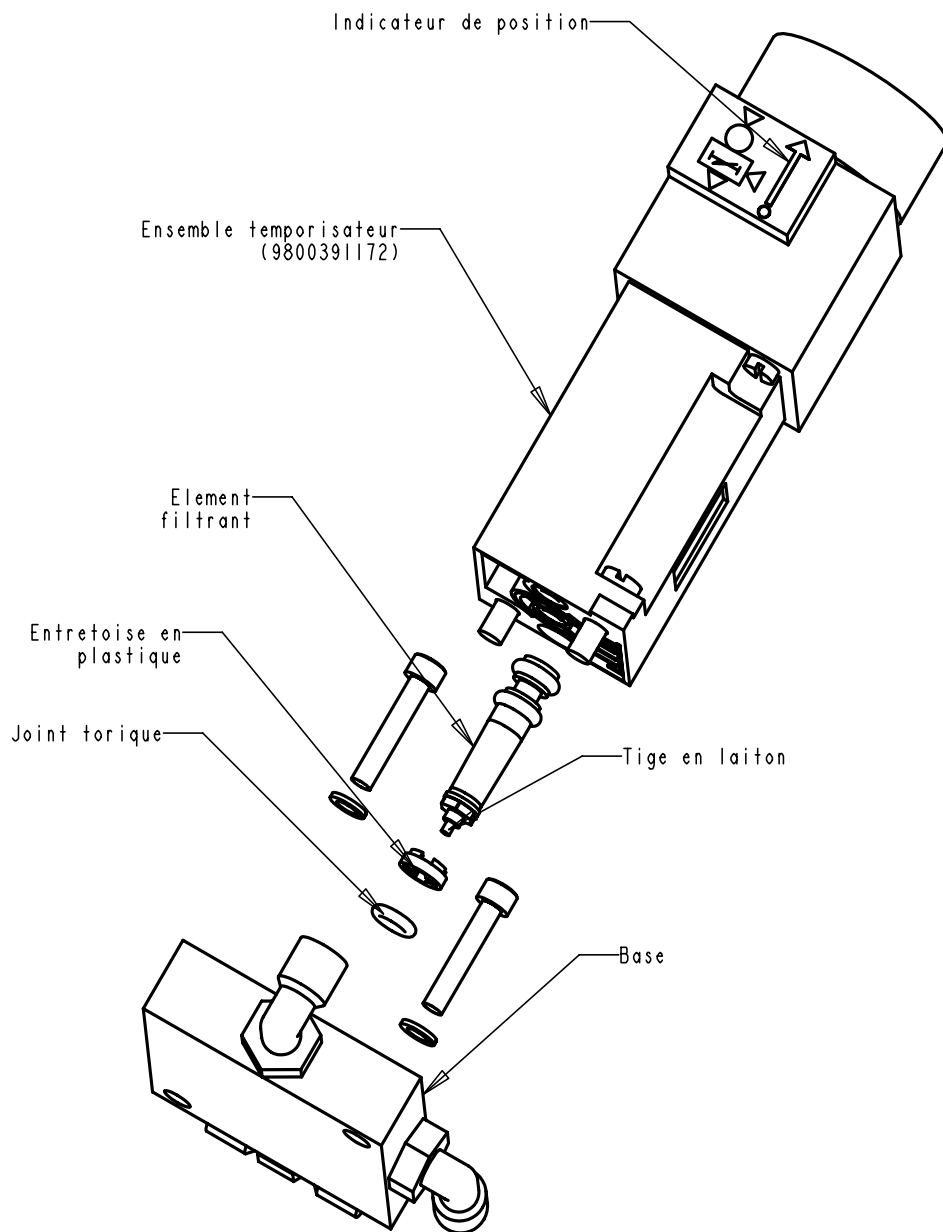

FIGURE 7.1
1. **FILTRE DU TEMPORISATEUR** - Ouvrez le couvercle arrière et retirez la vis qui maintient le couvercle du boîtier de commande. Retirez le couvercle (figure 3.0). Retirez l'ensemble temporisateur de la base (figure 7.1) à l'aide d'un tournevis à lame plate. Retirez le petit joint torique, puis l'entretoise en plastique. Saisissez la petite tige en laiton de l'élément filtrant et sortez-le. Nettoyez l'élément filtrant dans du solvant, séchez-le à l'air chaud et remettez-le en place.